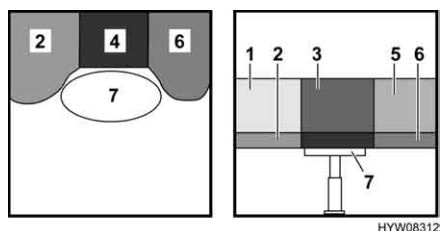

Fig. 58 Durante la trasformazione
- Trasformare il tavolo (Fig. 58, 7) in struttura di supporto letto (vedi paragrafo 6.9).